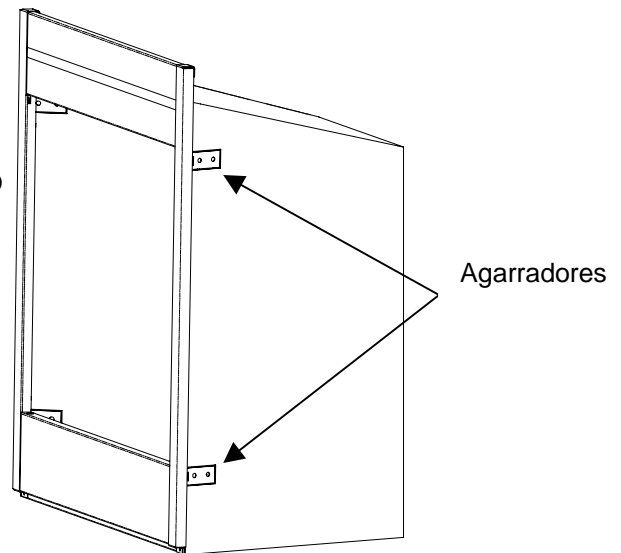

FIGURA 3
- Coloque el aparato en la posición correcta de la abertura del marco, nivélelo con cuñas si es necesario y conéctelo al marco utilizando los agarradores que se le han proporcionado (véase figura 3 en la página 3).